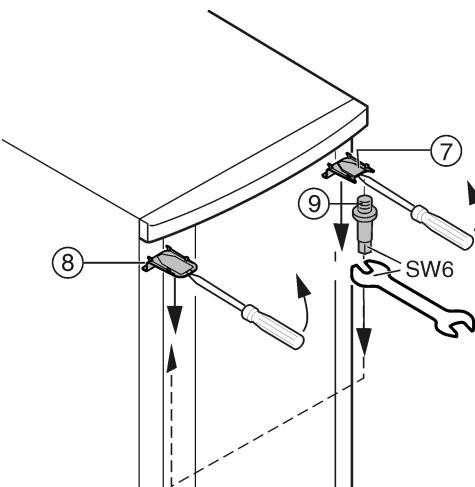

Fig. 7
- ▶ За допомогою викрутки зверху зніміть з фіксатора кришку Fig. 7 (7) та кришку Fig. 7 (8) і зніміть їх під кутом донизу.
- ▶ Викрутіть гвинти Fig. 7 (9) і загвинтіть їх з протилежного боку (з моментом 4 Нм).
- ▶ Знову встановіть кришку Fig. 7 (7) на боці гвинта: вставте ззаду і зафіксуйте спереду.
- ▶ Встановлення кришки Fig. 7 (8) на протилежному боці: вставте ззаду і зафіксуйте спереду.
- Підвісьте верхню частину дверцят на гвинт Fig. 7 (9).